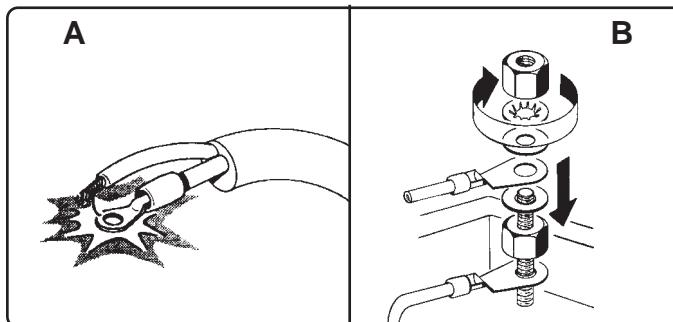

Fig. 17
- Evitare sfilacciamenti che potrebbero provocare interruzioni o corto circuiti (Fig. 17 - A).
- Ricordarsi di interporre sempre le apposite rondelle prima dei dadi (Fig. 17 - B), onde evitarne l'allentamento con conseguente collegamento incerto alla rete e possibile provocazione di danni.
- Prevent fraying, which could cause interruptions or short-circuits (Fig. 17 - A).
- Always remember to insert the washers before the nuts in order to prevent slackening, uncertain mains connection and possible damage (Fig. 17 - B).
- Eviter les épissures qui pourraient provoquer des interruptions ou des courts-circuits (Fig. 17-A).
- Se rappeler de toujours mettre les rondelles avant de serrer les écrous (Fig. 17 - B) pour éviter le desserrage du raccordement et risquer de provoquer des dégâts plus importants.
- Das Ausreißen der Kabelenden vermeiden, weil dies zu Stromunterbrechungen oder Kurzschlägen führen kann (Abb. 17-A).
- Nicht vergessen, vor den Muttern immer die Unterlegscheiben zwischenzulegen, damit die Verschraubungen sich nicht lockern. Dies würde den Stromanschluß unsicher machen und könnte zu Schäden führen (Abb. 17-B).
- Evitar deshilachados que puedan provocar interrupciones o cortocircuitos (Fig. 17 - A).
- Recordarse de intercalar siempre las correspondientes arandelas antes de las tuercas (Fig. 17 - B), para evitar que se aflojen quitando seguridad a la conexión con la red y provocando los consecuentes daños.